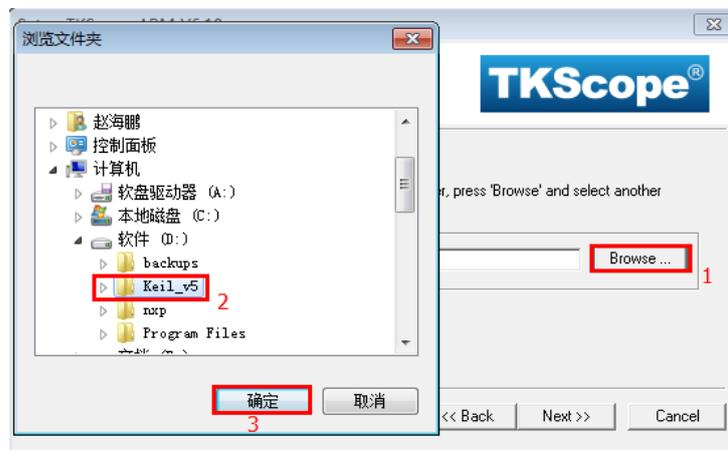

图 1.19 选择 Keil 安装目录
3. 需要注意，TKScope 必须安装到 Keil 的根目录中，点击【Browse】浏览到 Keil 的安装目录，然后用鼠标单击选中，并点击【确定】，如图 1.19 所示。